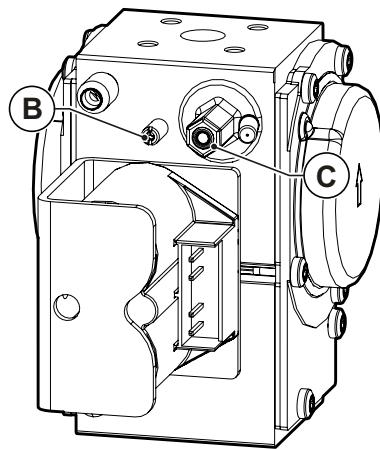

Рис. 38 Регулювання концентрації вуглекислого газу
- Відрегулюйте рівень вмісту вуглекислого газу (CO₂) в димових газах за допомогою відповідного регулятора **B** (дивись Рис. 38 Регулювання концентрації вуглекислого газу) та переконатися, що його значення знаходитьться у межах, вказаних в Таб. 1 Дані налаштування KR 85 і Таб. 3 Дані налаштування KR 120.
- Відрегулюйте рівень вмісту вуглекислого газу (CO₂) в димових газах, обертаючи гвинт «offset» **C** (дивись Рис. 38 Регулювання концентрації вуглекислого газу) та переконатися, що його значення знаходитьться у межах, вказаних в Таб. 1 Дані налаштування KR 85 і Таб. 3 Дані налаштування KR 120.